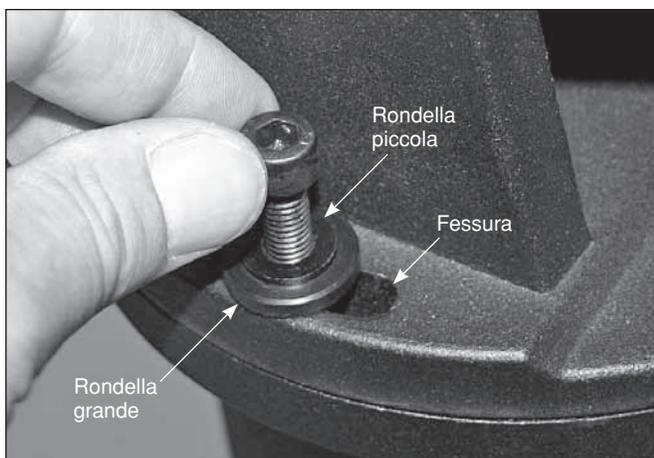
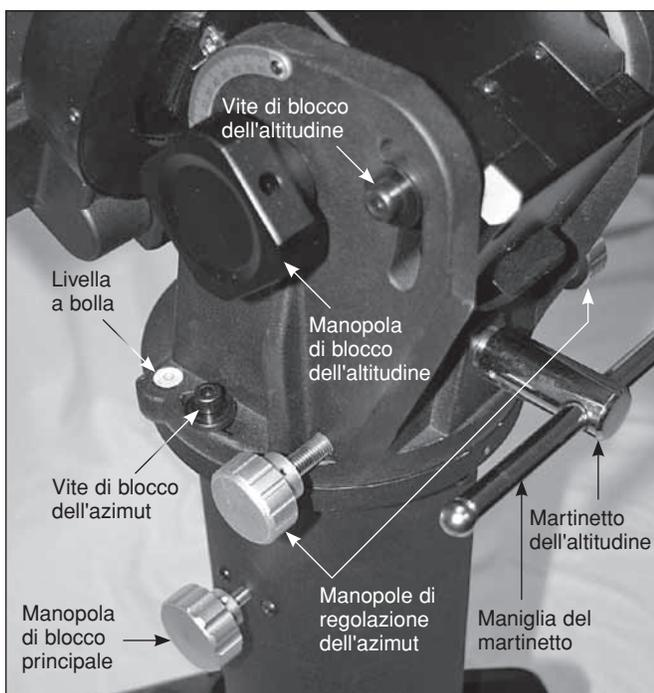

Figura 11. Installare le due viti di blocco dell'azimut.
Figura 12. Installare le manopole di regolazione dell'azimut e avvitarle completamente.
5. Installare le due viti di blocco dell'azimut con rondelle, non serrare completamente per il momento (**Figura 11**).
6. Installare le due manopole di regolazione dell'azimut se non sono già installate. Avvitarle il più possibile. Fare riferimento alla **Figura 12**.
La montatura HDX110 ha una livella a bolla integrata, mostrata nella **Figura 12**, per semplificare il livellamento della montatura con le tre piattaforme di livellamento posizionate sotto le gambe del treppiede. Si tratta di un'operazione più semplice da eseguire in questo momento, prima del fissaggio dei contrappesi e del telescopio.
2. Facendo riferimento alla **Figura 12**, allentare leggermente la manopola di blocco principale e le due viti di blocco dell'azimut, quindi utilizzare le manopole di regolazione dell'azimut per ruotare la montatura fino a centrare le viti di blocco dell'azimut nelle fessure (**Figura 11**). Stringere leggermente le viti di blocco dell'azimut.